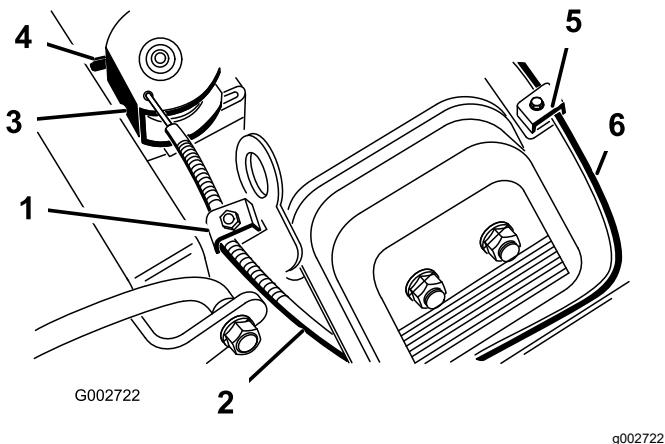

Figura 40
2. Afloje el tornillo de la abrazadera que fija el cable del acelerador al motor (Figura 40).
4. Tire firmemente del cable del acelerador hasta que la parte trasera del pivote entre en contacto con el tope (Figura 40).
2. Afloje el tornillo de la abrazadera que fija el cable del estárter al motor (Figura 40).
4. Tire firmemente del cable del estárter (Figura 40) hasta que la palomilla esté cerrada del todo, luego apriete el tornillo de la abrazadera.